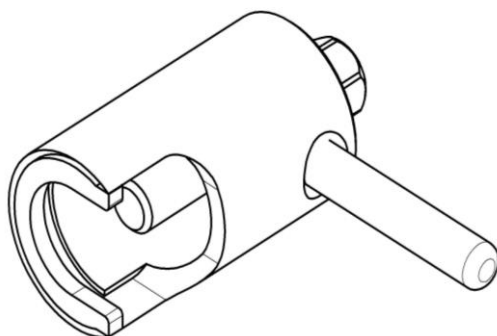

Рис. 7. Съемник крыльчатки(11000002907).
- снять крыльчатку при помощи специального съемника (рис. 7);